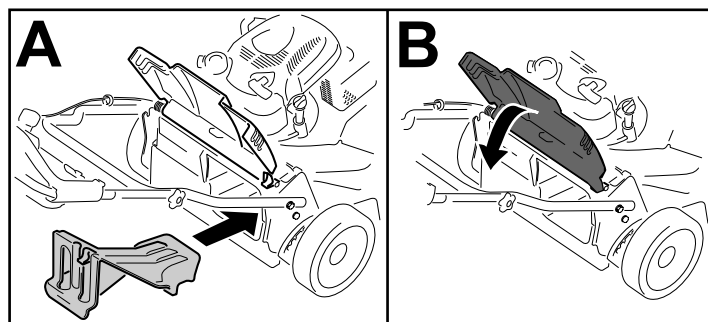

Рисунок 23
- Если задняя выпускная заглушка не установлена, возьмите ее за рукоятку, поднимите заднюю дверцу и вставьте ее в желоб заднего выброса, пока защелка не зафиксируется на месте, см. Рисунок 23.
**Внимание:** Убедитесь, что задняя выпускная заглушка установлена на своем месте, и произведите утилизацию травы и срезанных листьев (Рисунок 23).